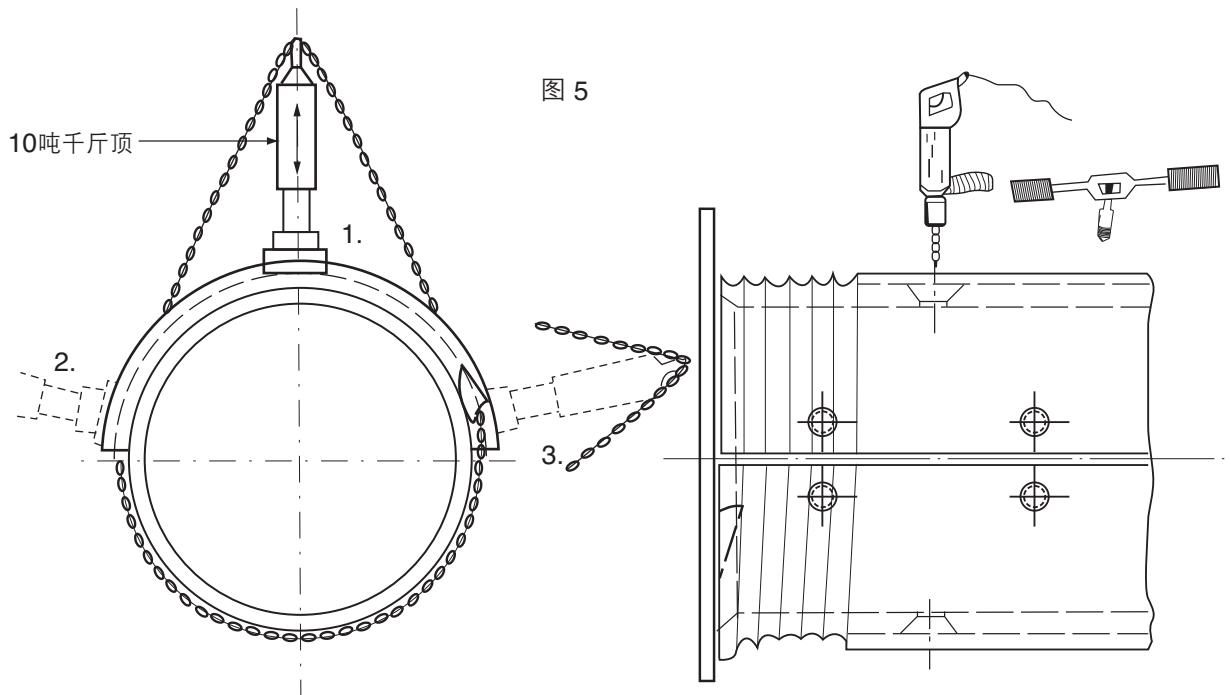

图 5
- 5) 使用低氢焊条, 并且如图5所示开始焊接行1, 通过孔提供加焊, 为了更好地焊接在卷筒上, 稍微加大电流, 进行加焊。
- 8) 把第二半卷筒皮放在法兰的正中间位置，图5。
4) 在开始对中间一排进行钻孔和攻丝（图5）之前，仔细查看卷筒皮是否与卷筒紧紧配合。每完成一个螺孔即拧进螺栓，以避免切屑流入。